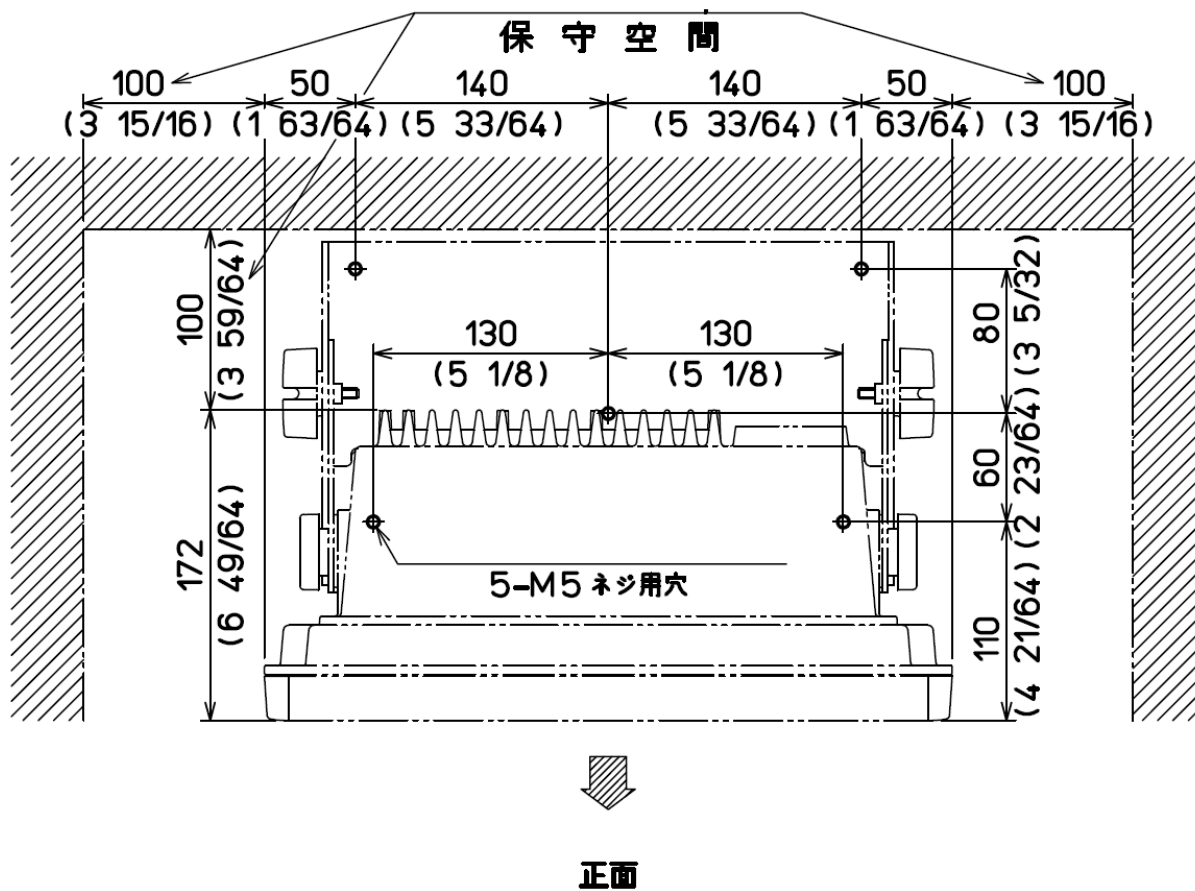

図 1.3 表示機の卓上設置時の保守空間
- (1) 図 1.3 の保守空間を設けて、表示機を取り付ける位置を決定してください。
- (2) 設置場所の取付位置にマーキングします。(図 1.3 参照)
- (3) 取付架台とマーキング位置が合うかを確認します。不具合があればマーキング位置を修正します。
- (4) 取付架台を設置する場所に、5mm のタッピングネジ (または M5 なべ小ネジ) 5 本で固定します。(5mm ネジは取り付け部の厚さに応じたネジを手配してください。)
- (5) 表示機を取付架台に乗せ、ワッシャーとノブボルトで固定してください。